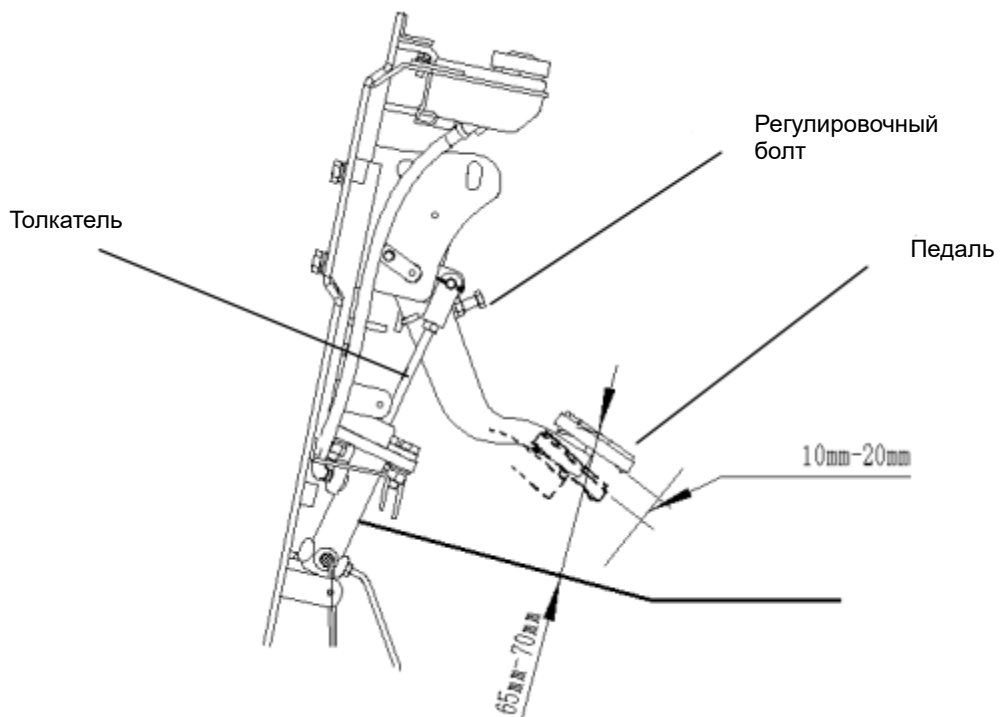

Рис. 2-31
(1) Освободите рычаг;
(2) При помощи регулировочного болта отрегулируйте высоту педали, как показано на Рис. 2-31;
(3) отрегулируйте длину толкателя таким образом, чтобы его конец касался поршня основного гидроцилиндра. Затем поверните назад на 1-2 оборота, чтобы гарантировать свободный ход педали порядка 10мм-20мм;
(4) Затяните гайки толкателя и болта регулировки высоты педали.